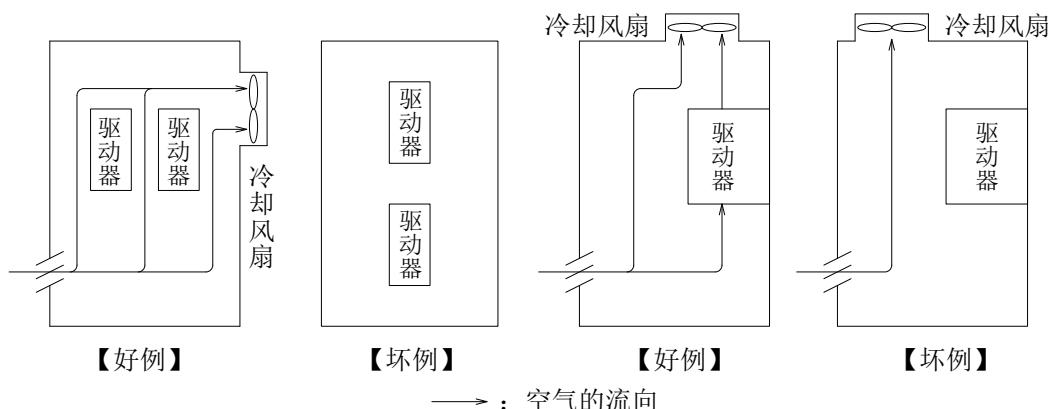

图 2-1 收纳驱动器配置示例
- d. 驱动器上内置有用来冷却散热器的风扇, 所以要确保空间, 以免妨碍通风。此外, 在收纳多台驱动器的情况下, 要配置成不会受相互间排气的影响。(参照图 2-1)